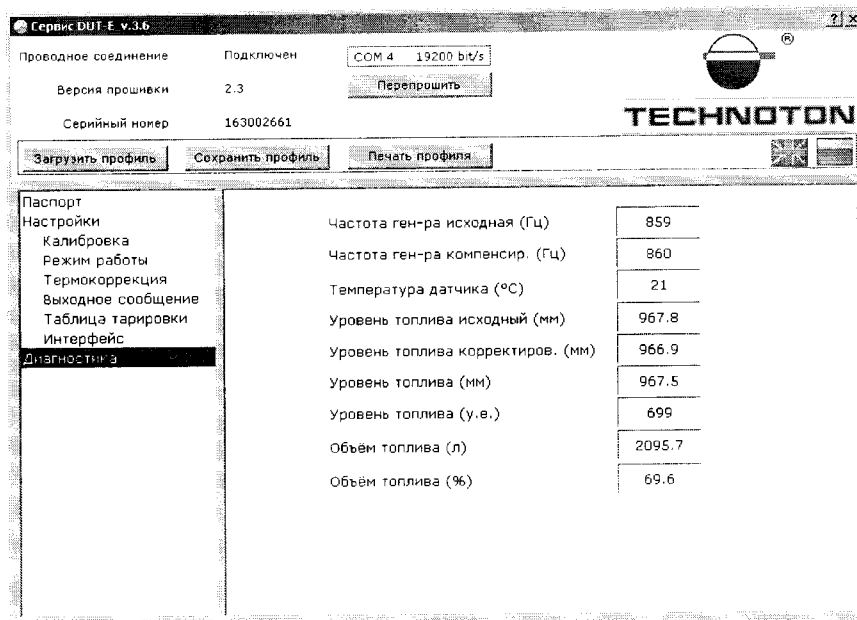

Рисунок 3 - Окно программы Service DUT-E
- Перейти в меню «Диагностика» (Рисунок 3).